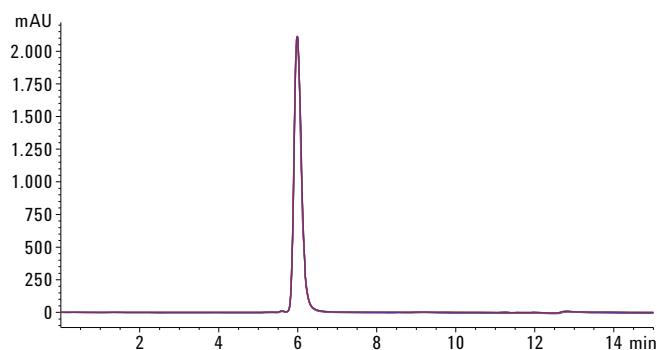

Figura 2. Sovrapposizione di sei replicati del PEG GCSF separati sulla colonna Agilent AdvanceBio SEC, 130 Å, 7,8 × 300 mm, 2,7 µm.
La precisione della procedura è espressa come concordanza tra una serie di misure. Queste misure possono essere ottenute da diverse analisi del campione omogeneo nelle condizioni prescritte e sono spesso espresse come deviazione standard relativa (RSD). La Figura 2 mostra la sovrapposizione di sei replicati, che presentano un'eccellente riproducibilità della separazione. La Tabella 2 mostra i RT medi e le RSD dell'area dei picchi per il monomero e gli aggregati di sei replicati del PEG GCSF. Il tempo di ritenzione (RT) e la RSD dell'area del picco per il picco principale sono state rispettivamente 0,023 e 0,081% e questo dimostra un'eccellente riproducibilità del metodo analitico e della precisione del sistema.